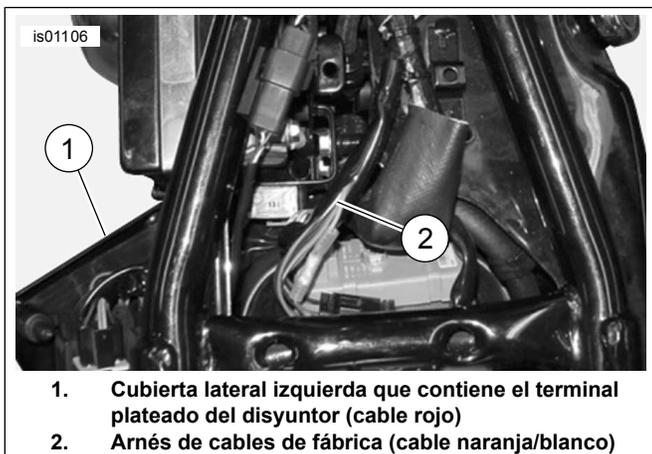

Figura 10. Conexiones de alimentación (modelos XL)
1. Vea Figura 10. Cuidadosamente corte y abra un área de la envoltura del arnés principal, dentro de la cubierta eléctrica lateral o debajo del asiento en un punto accesible y corte un cable de alimentación del arnés principal naranja/blanco.